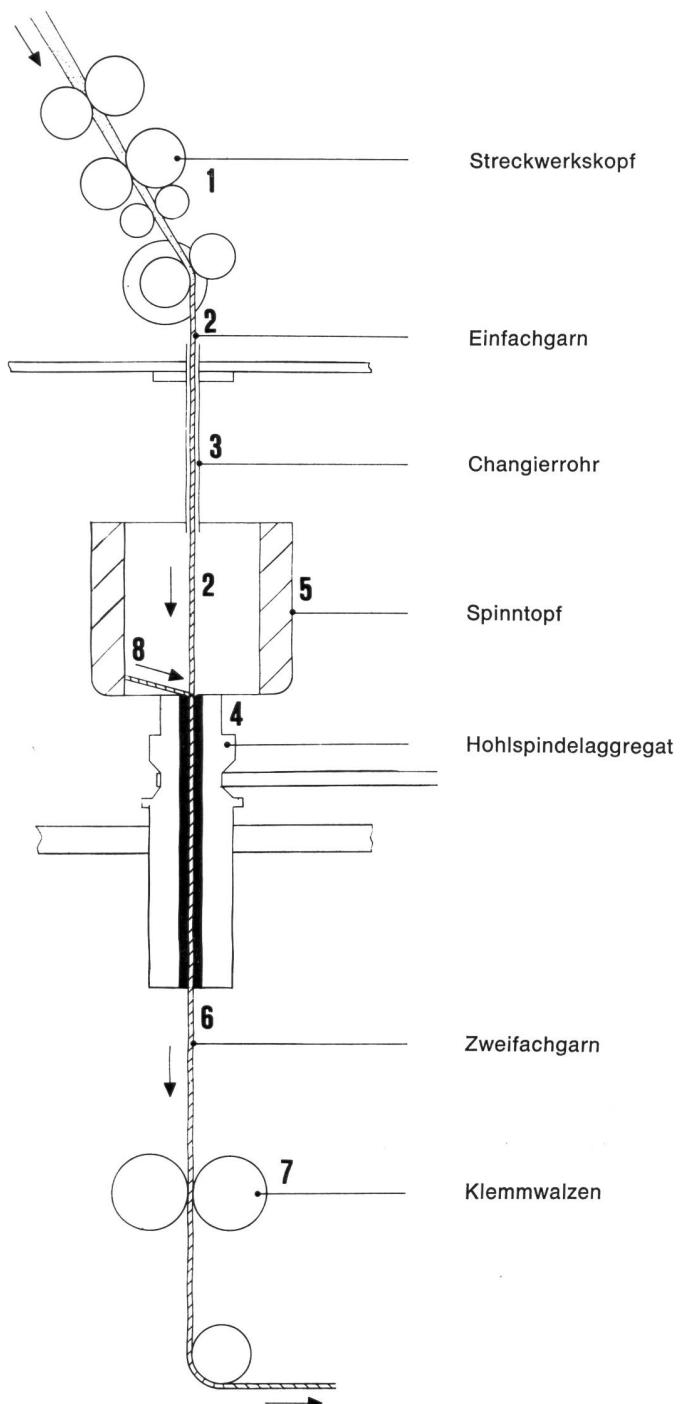

Abbildung 14 Axispinner, Greenbank
Man könnte dieses Spinnsystem als eine Kombination des normalen Zentrifugalspinnens (Topfspinnen) mit dem russischen Sotexa-Spinnen betrachten. In einer ersten Prozessstufe stellt man in einer Zentrifuge ein normales Garn her (Abbildung 14). In einer zweiten Phase läuft ein zweiter Faserverband (2) aus derselben Spinnkanne durch das über der Zentrifuge liegende Streckwerk (1) und durch den eben gesponnenen Kuchen in der Zentrifuge (5) hindurch. An der Hohlspindel (4) wird der zuerst gesponnene Faden (8) dem neuen Faserverband zugeführt. Durch die Rotation der Spindel werden beide Verbände umeinander gedreht. Es entsteht ein regelmässiger Zwirn mit normalen Drehungen. Keine Drehungen enthalten jedoch die zwei Einzelfäden, denn der Faserverband (2) läuft direkt durch die Zentrifuge und der zweite Faden (8) wird beim Zwirnen wieder aufgedreht, da er in Gegenrichtung zum Spinnen abgezogen wird. Die Aufwicklung des Zwirns erfolgt auf einer Kreuzspule, die durch einen Bedienungsgang von der Spinneinheit getrennt ist.